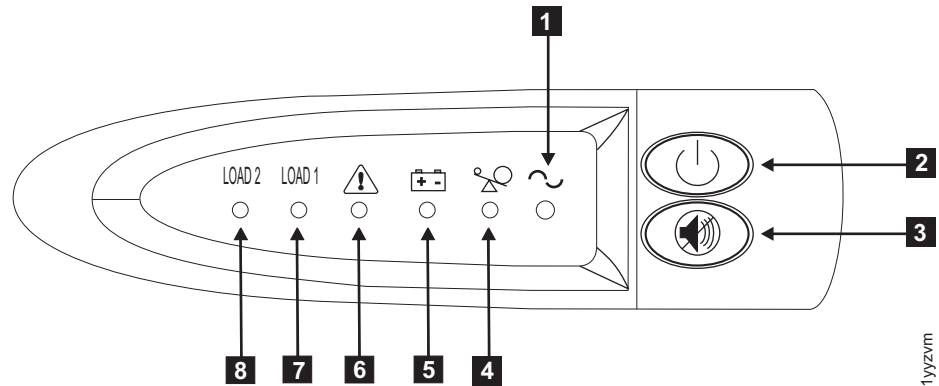

図 72. 無停電電源装置 5115 の電源スイッチおよびインディケータ
- UPS 5115 をオンにするには、UPS 5115 のビープ音が鳴るまで (約 2 秒間) オン/オフ・ボタン **2** を押し続けます。227 ページの図 72 を参照してください。